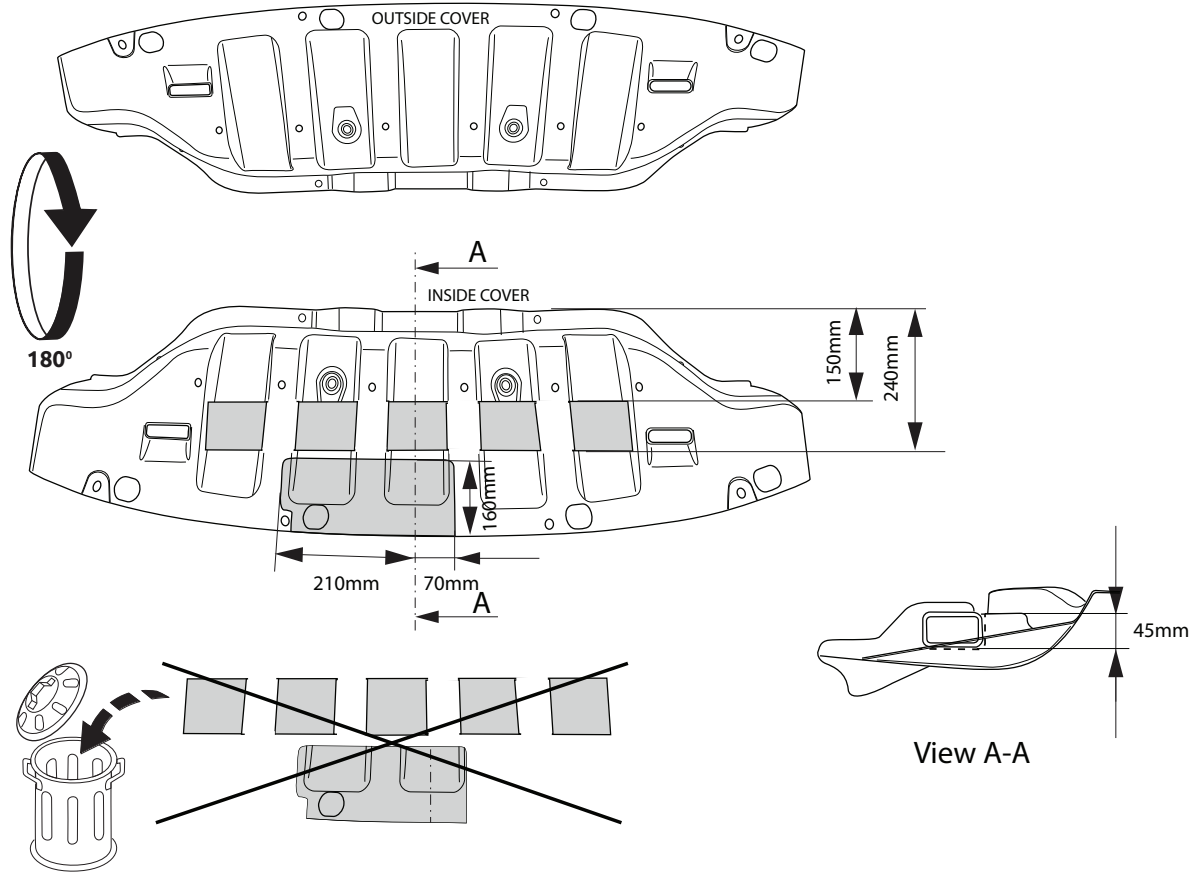

Fig. 2a
2. Отпилить обозначенные части, как указано на рис. 2a, 2b.